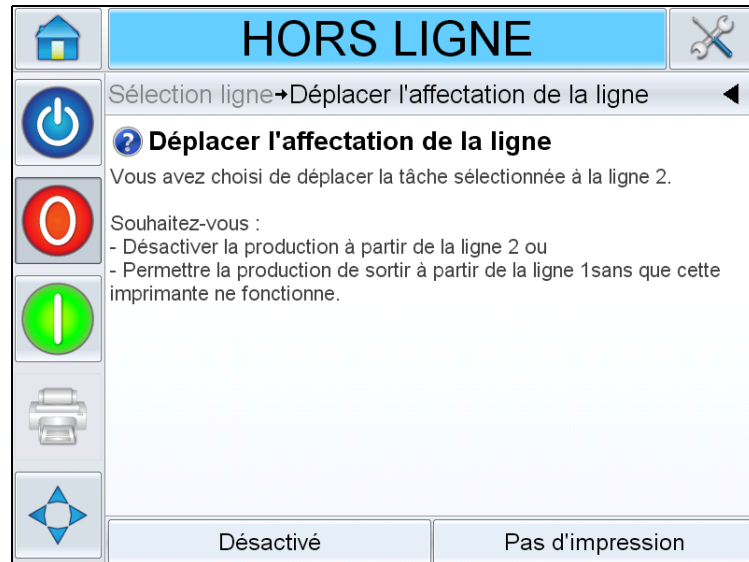

Figure 6-19: Supprimer l'affectation de ligne
- b. La page *Supprimer l'affectation de ligne* s'affiche avec les choix suivants (voir Figure 6-19) :